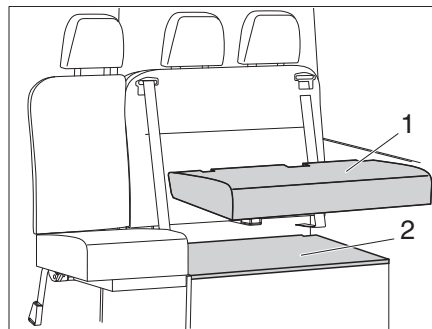

Figure 46 Poser le coussin d'assise
- Mettre en place le couvercle du coffre (Figure 46, 2) et installer le coussin d'assise (Figure 46, 1).